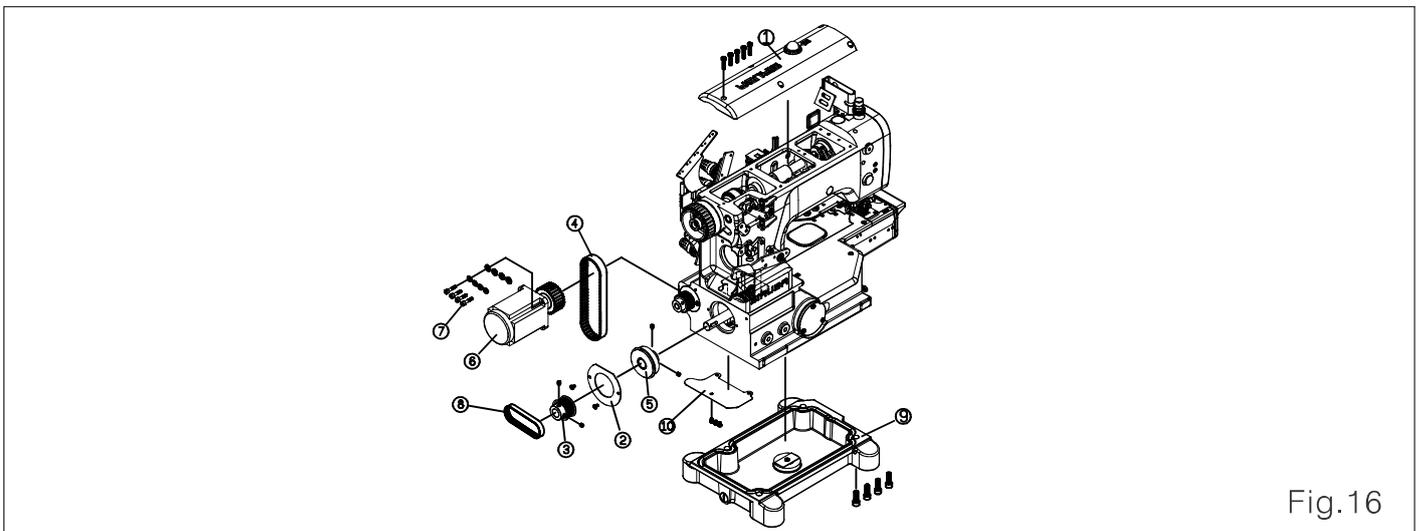

Fig.16
2. Remova a cobertura superior ① , chapa fixa ② , polia ③ , reservatório de óleo ⑨ , óleo defletor ⑩ e rolamento ⑤ e então instala a correia ④ . (Fig. 16)
3. Conecte o lado inferior da correia ④ e engrenagem e então segura o lado superior da correia por um ferramenta apropriada. Conecte o motor servo pequeno ⑥ e o lado superior da correia ④. Enquanto isso, rotacione a polia ⑩ para que então o lado de cima e baixo da correia ④ tenha se juntado corretamente com a engrenagem e o motor ⑥ , e rotacione suavemente. Então fixe o motor ⑥ no corpo da máquina pelo parafuso ⑦ . (Fig. 16,17)
4. Coloque e aperte o rolamento ⑤ e polia ③ em sua posição original. Então, monte a correia com o lado direito da polia ③ e então monte o lado esquerdo da polia ④. (Fig. 16, 17, 18)
4. Aperte a cobertura superior ① , reservatório de óleo ⑨ , óleo defletor ⑩ , cobertura do motor ⑮ e a cobertura da correia ⑯ na máquina. (Fig. 16, 17, 18)